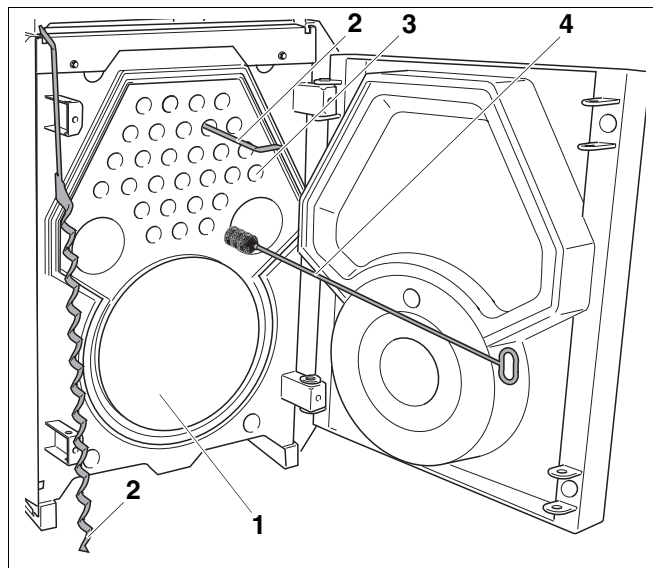
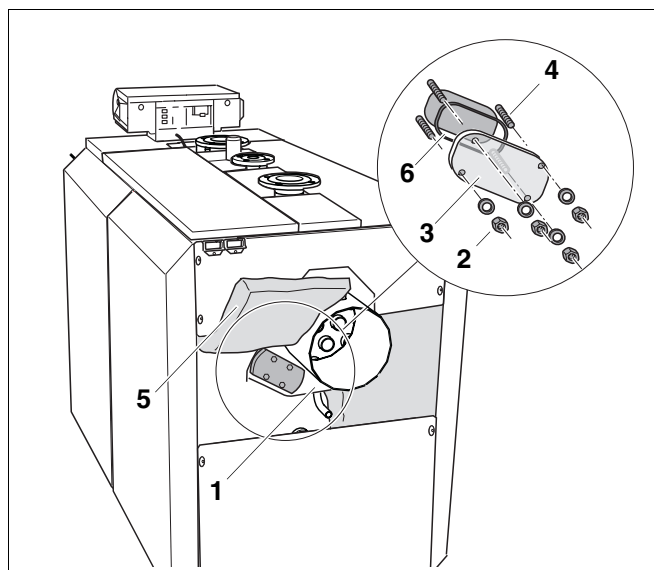

Рис. 46 Чистка поверхностей нагрева
Рис. 48 Демонтаж крышки для чистки (на рисунке изображено положение крышки для типоразмеров котлов: SE635 230 – 280 кВт и SK635 265 – 325 кВт)
- Удалить турбуляторы (рис. 46, **поз. 2**) из труб дополнительных поверхностей нагрева (рис. 46, **поз. 3**).
- Очистить турбуляторы (рис. 46, **поз. 2**).
Если Вы вставили ершик щетки (рис. 46, **поз. 4**) не до конца трубы, то обратно ее можно будет вытащить только с большим трудом.
- Очистите поверхности нагрева топочной камеры (рис. 46, **поз. 1**) и трубы дополнительных поверхностей нагрева (рис. 46, **поз. 3**) щетками (рис. 46, **поз. 4**).
- Откинуть теплоизоляцию коллектора дымовых газов (рис. 48, **поз. 5**) вверх таким образом, чтобы открылся доступ к крышке для чистки.
- Открутить гайки и снять шайбы с крышки для чистки (рис. 48, **поз. 2**).
- Снять крышку для чистки коллектора дымовых газов (рис. 48, **поз. 3**).
- Удалить нагар из топочной камеры (рис. 46, стр. 52), из газоотводящих каналов, а также из коллектора дымовых газов (рис. 48, **поз. 1**).